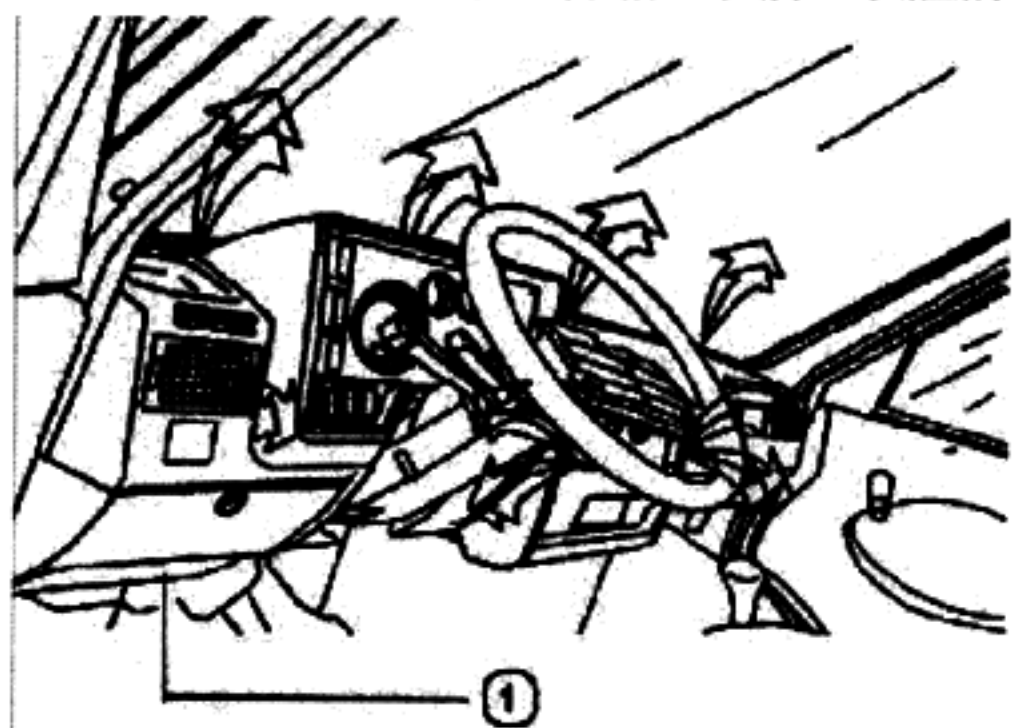

图 6-13
- 拆掉如图 6-13 所示的杂物盒盖 1，并拆下整车继电器盒整体支架